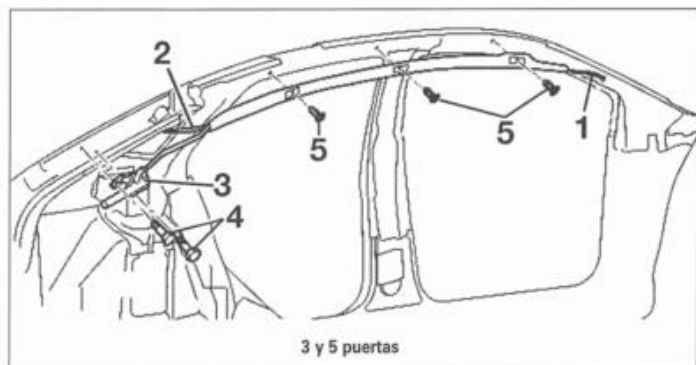

FIG. 13
- el cable de fijación delantera (1) de módulo airbag cortina lateral (fig. 13 ó 14).
- el cable de fijación trasera (2) de módulo airbag cortina lateral (berlina 3 y 5 puertas únicamente).
- Sacar el conector (3) del airbag.